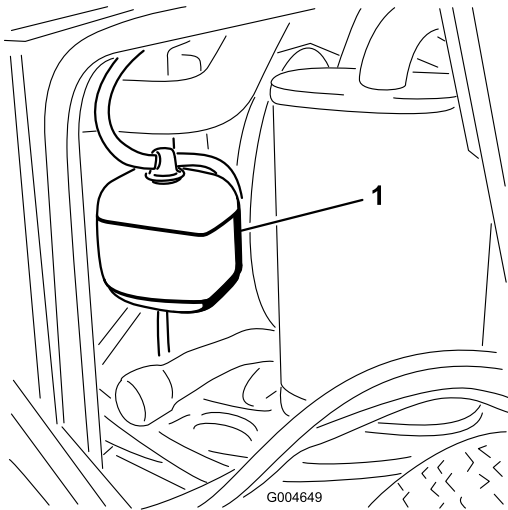

Figura 65
1. Compruebe el nivel de refrigerante en el depósito de expansión (Figura 65). El nivel del refrigerante debe estar entre las marcas en el lateral del depósito.